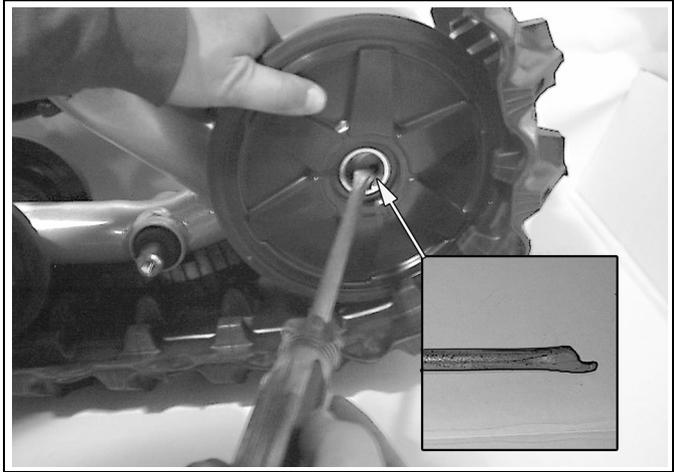

Figure 17
- Si on travaille ensuite sur le système de traction arrière, réinstaller les roues de 132 mm (5 po). Voir la Figure 17.